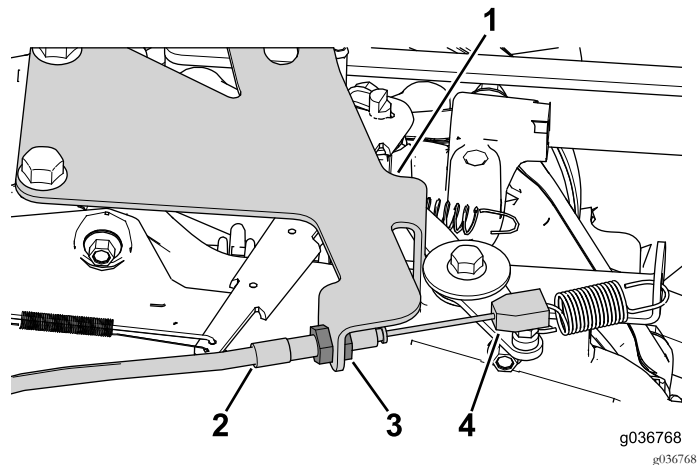

Bild 33
1. Befestigen und stellen Sie den Bowdenzug an der Gasbedienunghalterung mit der Klemmmutter ein (Bild 33).